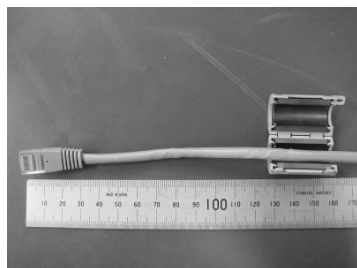

図 3
(2). 図 3 のようにフェライトコアに LAN ケーブルを通して、図 4 のように LAN ケーブルを折り返して再度フェライトコアに通します。その状態でフェライトコアを閉じ、完成です。